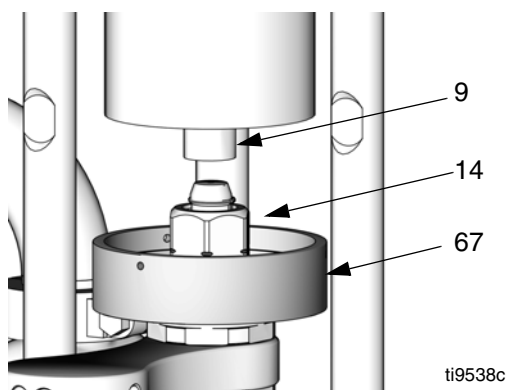

FIG. 7. Position du collecteur
2. Faites fonctionner le moteur par à-coups pour déplacer le piston de coulisseau (9) vers le haut, afin d'obtenir le jeu nécessaire pour faire rentrer le collecteur (67) entre le coulisseau et la tige de piston.
3. Consultez la FIG. 7. Positionnez le collecteur (67) sur l'écrou d'accouplement (14) et lâchez-le sur la tige de piston de la pompe.